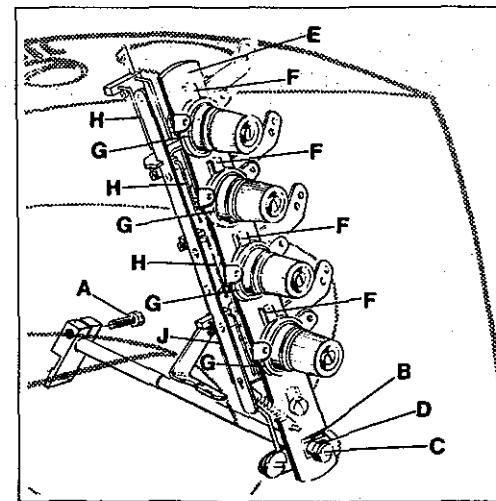

Fig.49
5.1 Loosen screw (A, Fig. 49) in the tension release lever on the back of the machine and set lever (B) of tension release lever shaft horizontal. Retighten screw (A).
5.2 Loosen screw (C, Fig. 49) and set the tension disc separator (E) by turning eccentric (D) so that the separators (F) are as close as possible to the tension discs (G) without touching them. Retighten screw (C). The tension discs must open as soon as the cutting process starts. The tension disc separator should move freely between the tension discs without binding.
5.1 Lösen Sie die Schraube (A, Fig. 49) im Spannungsauslösehebel auf der Rückseite der Maschine und stellen Hebel (B) der Auslösestange für Fadenspannung horizontal. Ziehen Sie die Schraube (A) wieder an.
5.2 Lösen Sie die Schraube (C, Fig. 49) und stellen Spannungsscheibentrenner (E) durch Drehen der Exzentrice (D) so, daß die Öffner (F) so dicht wie möglich an den Fadenspannungsscheiben (G) stehen, ohne sie zu berühren. Ziehen Sie die Schraube (C) wieder an. Die Spannungsscheiben müssen bei Beginn des Schneidens sofort öffnen. Der Spannungsscheibentrenner muß sich frei zwischen den Fadenspannungsscheiben (G) bewegen.
5.3 The thread pull-off hooks (H, Fig. 49) for the needle threads control the length of the needle thread tails on garment after trimming. The higher the hooks are set, the shorter the needle thread tails will be.
Set the thread pull-off hook (J, Fig. 49) for the looper thread so that the thread is clamped securely when trimmed.
5.3 Die Fadenabzugshaken (H, Fig. 49) für die Nadelfäden regeln die Länge der Nadelfadenenden am Nähgut nach dem Abschneiden. Je höher die Haken gestellt werden umso kürzer werden die Nadelfadenenden.
Stellen Sie den Fadenabzugshaken (J, Fig. 49) für den Greiferfaden so, daß der Faden beim Abschneiden sicher festgeklemmt wird.